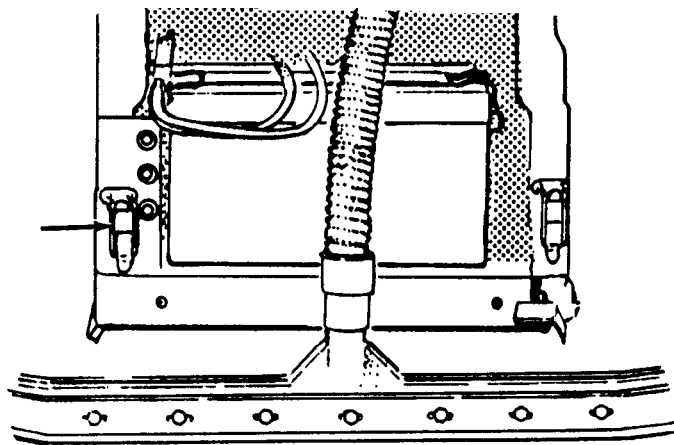

Fig. 19
2. Klembøjlerne i hver side på bagenden af maskinen løsnes (se fig. 19).